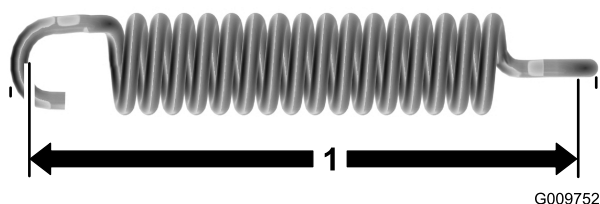

図 57
**重要** この時に、レンチを無理に上に回すとアイドラ・アームの延長スプリングを破損させる恐れがありますから注意してください。もし、スプリングの長さが、8.9 cm を超えている場合にはスプリングを交換してください。図 57 に示すように、フックの内側から内側までの長さを図って確認してください。